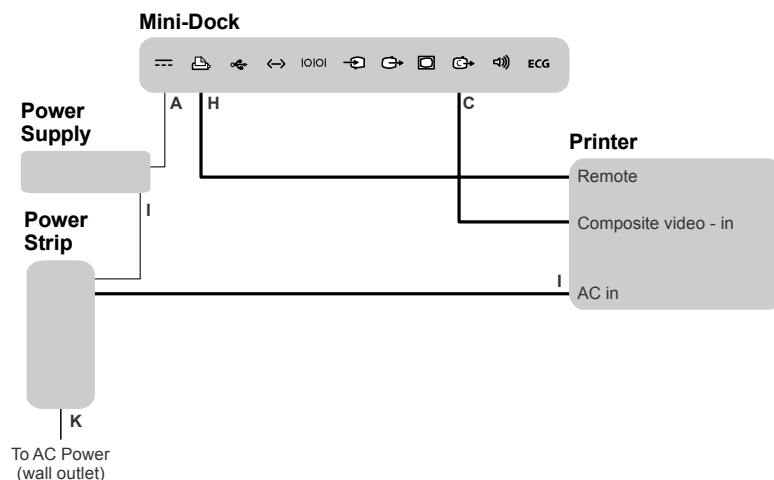

Figura 3 Collegamento del sistema e di una stampante sull'MDSm
Collegamento dei cavi	<ol style="list-style-type: none"> 1 Bloccare le rotelle e rimuovere il pannello posteriore. Per l'installazione di una stampante in bianco e nero o a colori di vecchia generazione potrebbe essere necessario spostare le viti rivestite nei fori posteriori. 2 Assicurarsi che il cavo di alimentazione CC già predisposto (A) sia collegato alla mini-stazione e che il cavo di alimentazione CA preinstallato (I) sia collegato alla multipresa. 3 Collegare i cavi. Vedere Figura 3 a pagina 11 e "Cavi, connettori e simboli sulla mini-stazione" a pagina 16. <ul style="list-style-type: none"> • Cavo di controllo stampante già predisposto (H) • Cavo di alimentazione CA della stampante (I) • Cavo video composito già predisposto (C) 4 Inserire il cavo di alimentazione del sistema (K) in una presa di corrente per uso ospedaliero. 5 Installare il pannello posteriore (con le aperture in alto) facendo scorrere in alto il pannello e inserendolo in posizione.